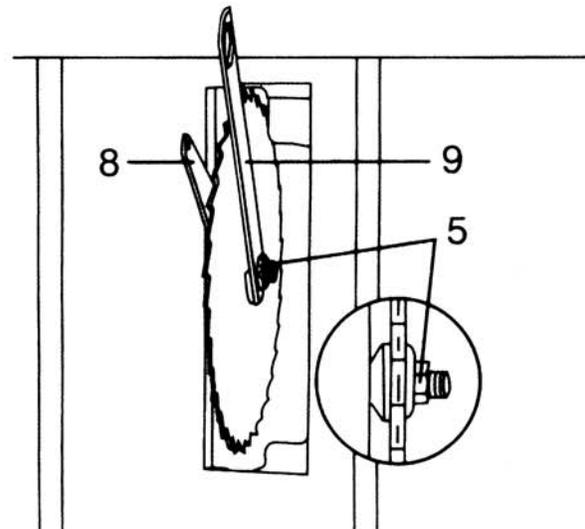

Fig. 11
5. Coloque la llave abierta (8) en la parte plana del árbol para evitar que gire. Apriete la tuerca del árbol usando la llave estriada (9), girándola en sentido contrario a las manecillas del reloj (Fig. 11).